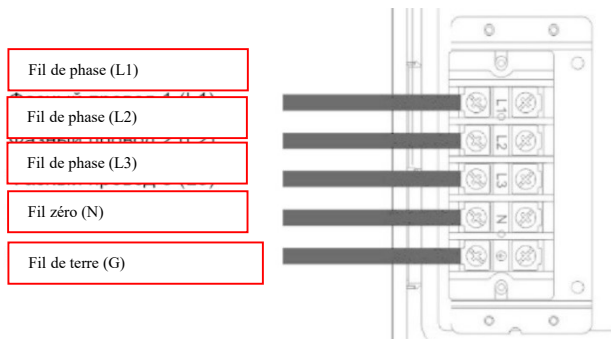

Figure 9. Raccordement de l'appareil
- Raccordez le chauffe-eau électrique à l'alimentation électrique en respectant strictement le schéma de connexion (Figure 9).
- Le schéma de la connexion du câble réseau au bornier est illustré à la figure 9.
- La connexion L1-L2-L3-N-G de haut en bas, selon la figure 9.